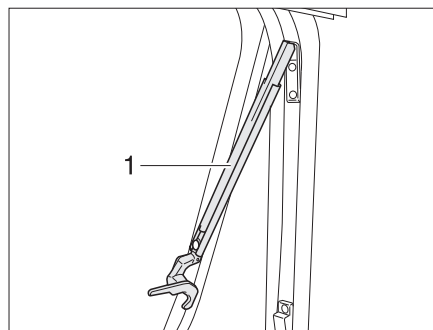

Fig. 58 Fenêtre projetante avec bras automatiques, ouverte
- Ouvrir la fenêtre projetante jusqu'au cran d'arrêt souhaité. Le bras automatique (Fig. 58,1) s'enclenche automatiquement.